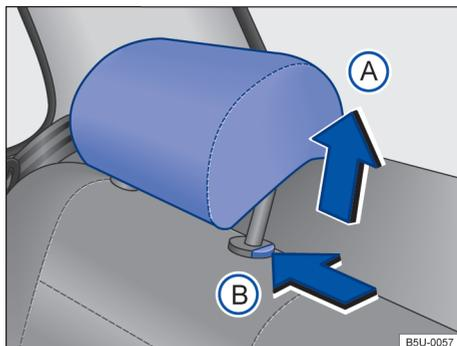

Fig. 71 Apoios para cabeça traseiros: desinstalar.
- Pressionar o botão → Fig. 71  no sentido da seta. Retirar o apoio para cabeça com o botão pressionado.
- Empurrar o apoio para cabeça para baixo com o botão → Fig. 71  pressionada.